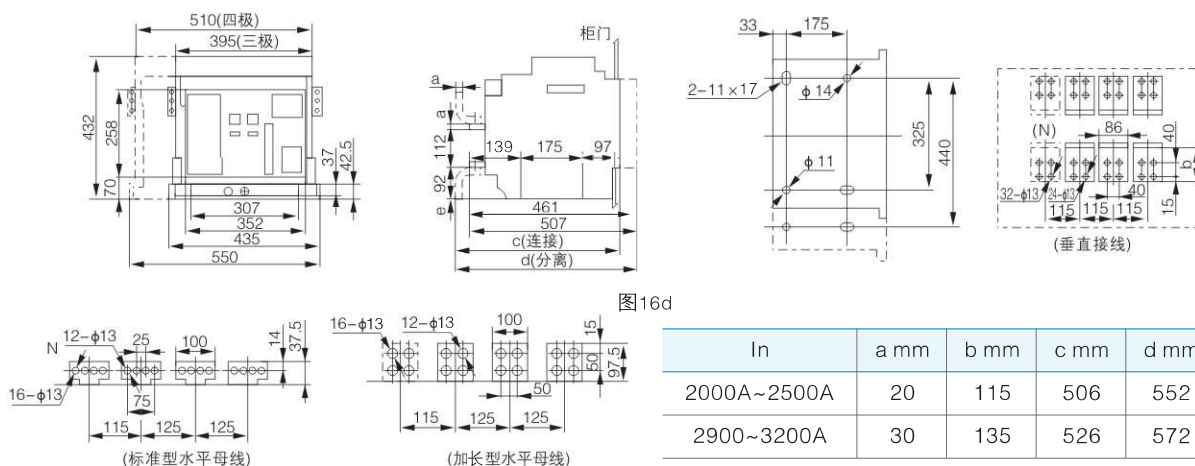

图16d
• CFW1-3200 抽屉式断路器安装尺寸, 外形尺寸图(见图16d)